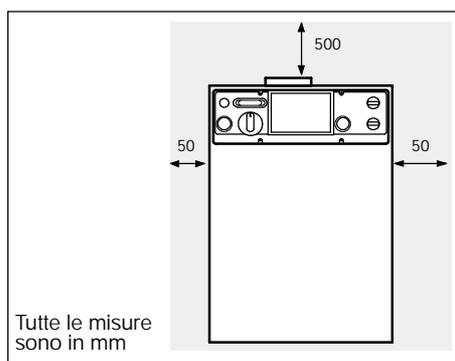

fig. 3.1
- Per consentire le operazioni di manutenzione è indispensabile lasciare intorno all'apparecchio le distanze minime riportate in fig. 3.1.